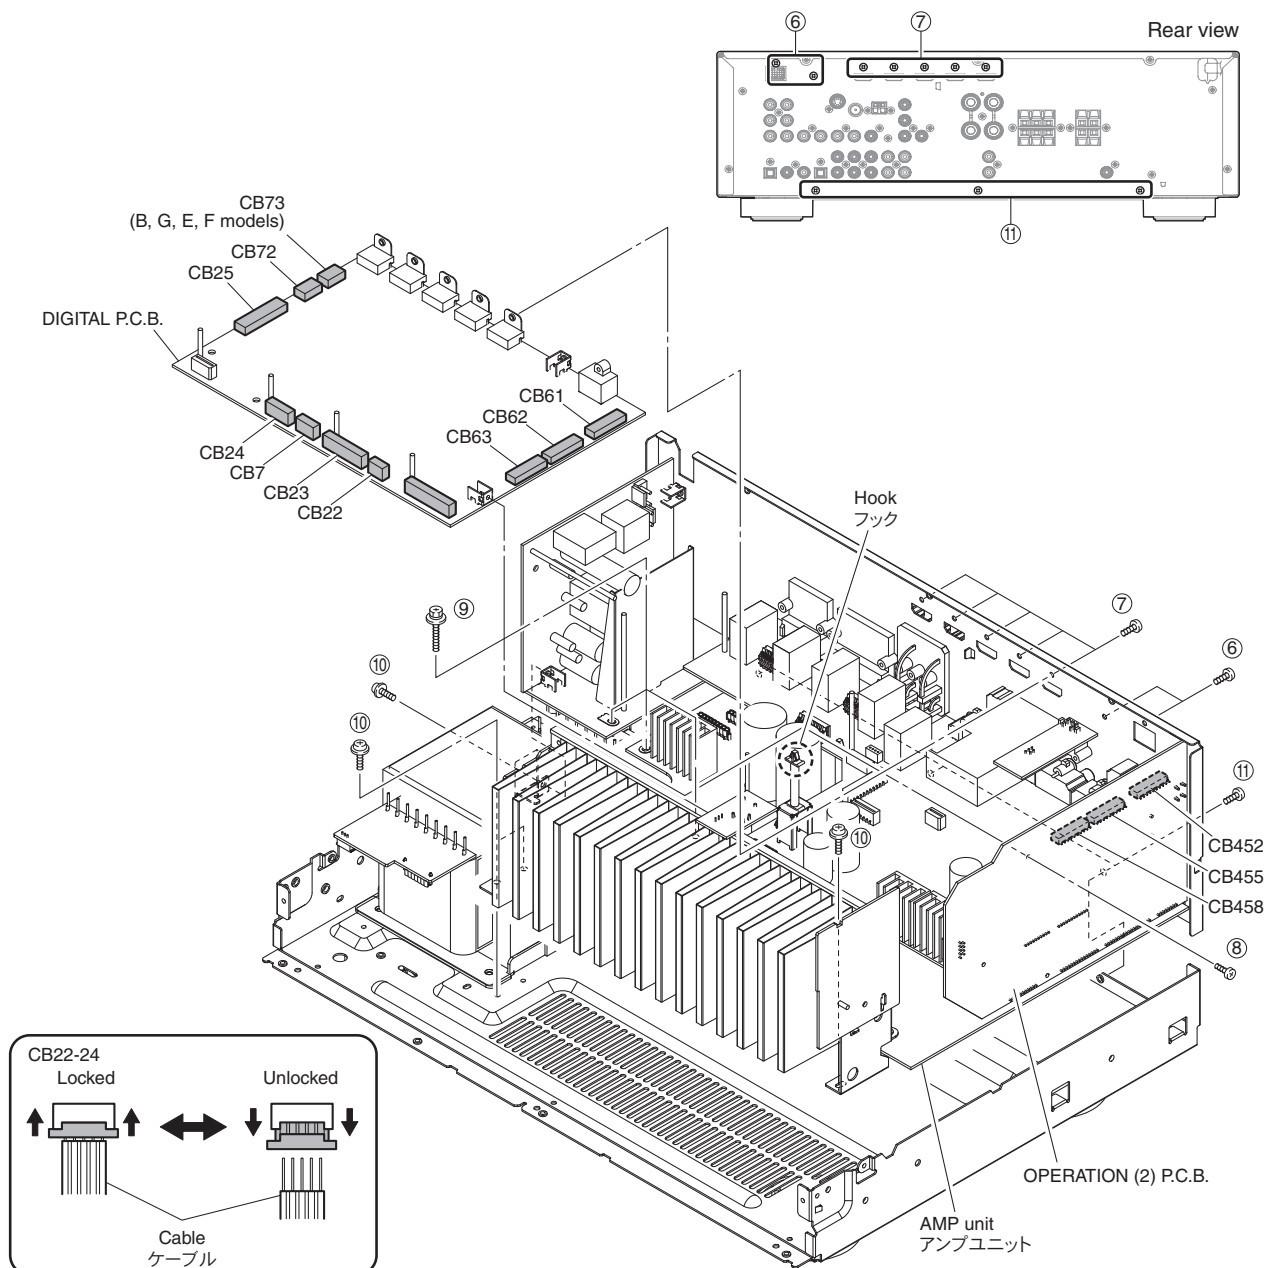

Fig. 2
- a. Remove 2 screws (⑥) and 5 screws (⑦). (Fig. 2)
- b. Remove screw (⑧). (Fig. 2)
- c. Remove CB7, CB25, CB72 and CB73 (B, G, E, F models). (Fig. 2)
- d. Unlock and remove CB22~24. (Fig. 2)
- e. Release hook. (Fig. 2)
- f. Remove the DIGITAL P.C.B. which is connected directly to the OPERATION (2) P.C.B. with board-to-board connectors. (Fig. 2)
- a. Remove 3 screws (⑨) and 4 screws (⑩). (Fig. 2)
- b. Remove 3 screws (⑪). (Fig. 2)
- c. Remove the amp unit. (Fig. 2)
- a. ⑥のネジ2本、⑦のネジ5本を外します。(Fig. 2)
- b. ⑧のネジ1本を外します。(Fig. 2)
- c. CB7、CB25、CB72を外します。(Fig. 2)
- d. ロックを外し、CB22～24を外します。(Fig. 2)
- e. フック1箇所を外します。(Fig. 2)
- f. DIGITAL P.C.B.を取り外します。ただし、DIGITAL P.C.B.はOPERATION (2) P.C.B.に基板対基板コネクタで直接接続されています。(Fig. 2)
- a. ⑨のネジ3本、⑩のネジ4本を外します。(Fig. 2)
- b. ⑪のネジ3本を外します。(Fig. 2)
- c. アンプユニットを取り外します。(Fig. 2)